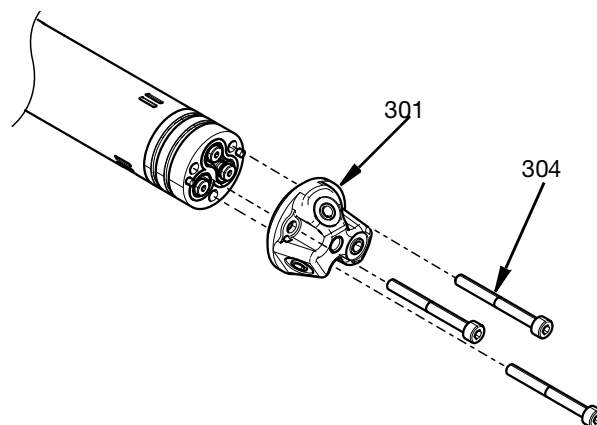

FIG. 30
10. Befestigen Sie den Düsenkopf (301) mit den am Zentralgehäuse durchgeschraubten M4-Schrauben (304) am Adapter. Mit 3,3 N•m (29,2 in-lbs) festziehen. Siehe FIG. 30.